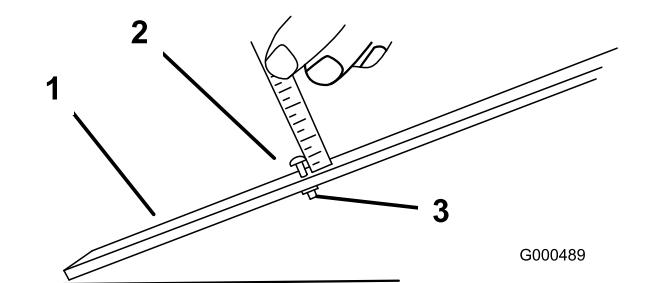

图18
2. 松开调刀尺上的螺母并将调节螺丝设定为所需的剪草高度 图18。